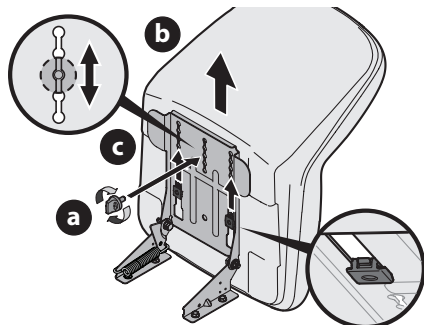

Figura 3
4. Deslice el asiento (b) hacia atrás en el soporte de pivote del asiento (c), alineando una de las ranuras del soporte de pivote del asiento (c) con el orificio que está en la parte posterior central de la base del asiento (b) (Figura 3).
NOTA: asegúrese que las dos lengüetas del asiento se enganchen en el soporte de pivote del asiento, como se muestra en el recuadro inferior derecho de la Figura 3.
5. Seleccione la posición deseada del asiento (b) y fjela con la perilla de ajuste o perno de 9/16 pulgada (a) que retiró en el Paso 2 (Figura 3).